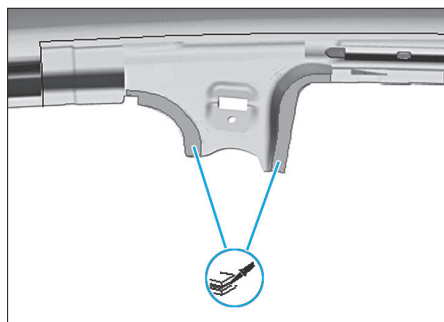

FIG. 72
- Appliquer dans la zone d'accostage avec le pavillon de la colle bicomposant pour carrosserie (un seul cordon de colle de 4 mm de diamètre) (Fig.72).